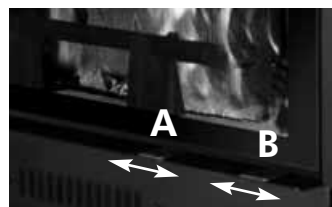

fig. 2
- Il comando "A" (vedi fig. 2) regolazione aria primaria posto sotto il portello, regola la quantità d'aria primaria necessaria per la combustione.
- Per l'apertura ad anta del portellone è necessario bloccare lo stesso nella posizione di chiusura, posizionando il comando "B" (vedi fig. 2), sotto il portellone, tutto a destra.